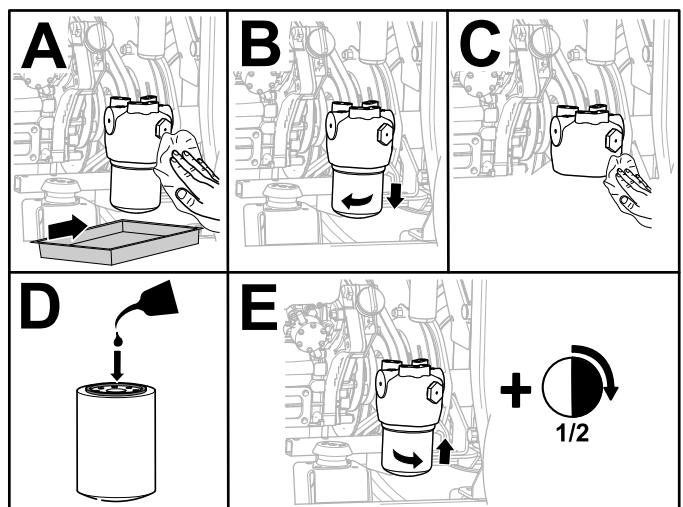

Figura 102
6. Substitua o filtro hidráulico como se mostra na Figura 102.